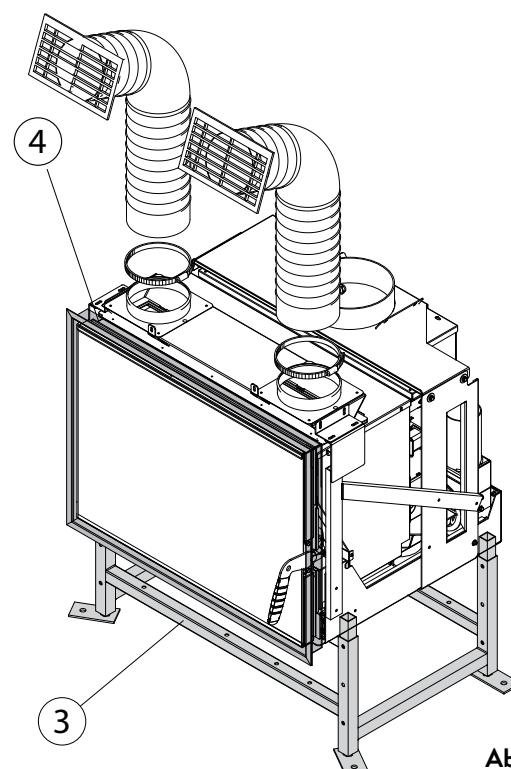

Abb. 6.4.3
- C) Sockelsatz „3“ (Abb. 6.4.3)
- D) Rahmen „4“ (Abb. 6.4.3)